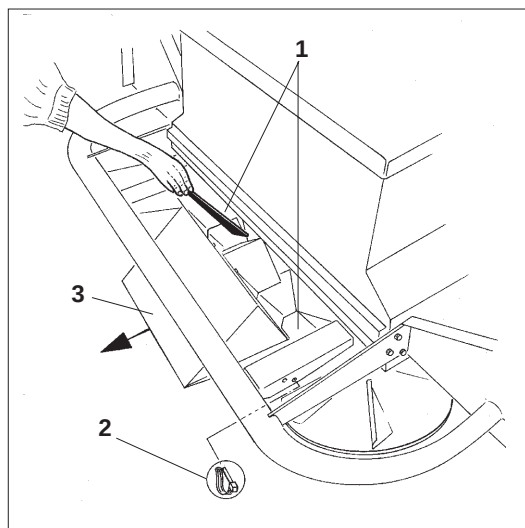

Fig. 7.19
Gödselmedel kan fastna som beläggningar i falltratten och därigenom minska utloppsöppningarna (bild 7.19/1). En optimal spridningsbild kan endast erhållas om utloppsöppningarna är fria från beläggningar. Före varje arbetsinsats skall därför utloppsöppningarna kontrolleras och vid behov rengöras enligt följande:
- Tag bort de båda fjädersprintarna (bild 7.19/2) och drag falltratten (bild 7.19/3) bakåt så långt att utloppsöppningarna (bild 7.19/1) blir synliga.
- Skjut tillbaka falltratten på sin plats enligt anvisning på sid. 7 - 11 och lås fast med fjädersprintarna (bild 7.19/2).